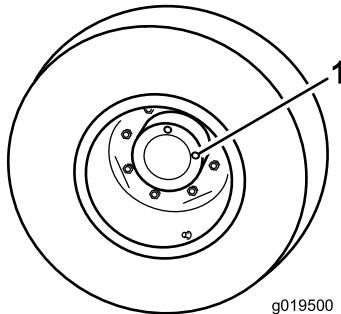

图 65
1. 机器在水平地面上时将车轮放置为 1 个检查塞 图 65 在 12 点钟位置另一个在 3 点钟位置。
2. 取出 3 点钟位置的检查塞 (图 65)。